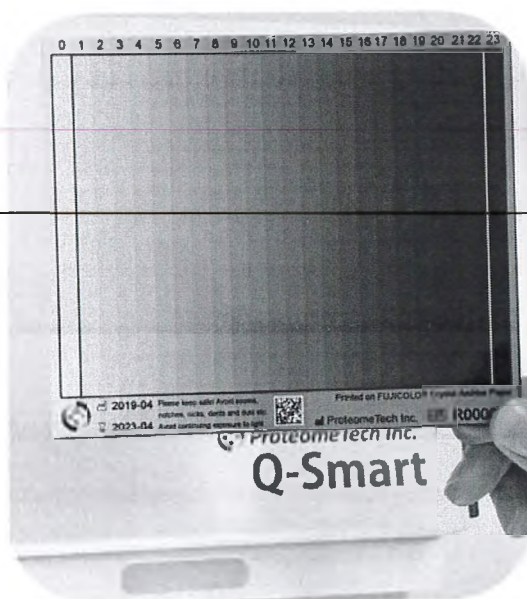

Рисунок 20
7.18.1 Для сопоставимого анализа Анализатор должен быть откалиброван с помощью карты калибровки перед испытанием (Рисунок 20).